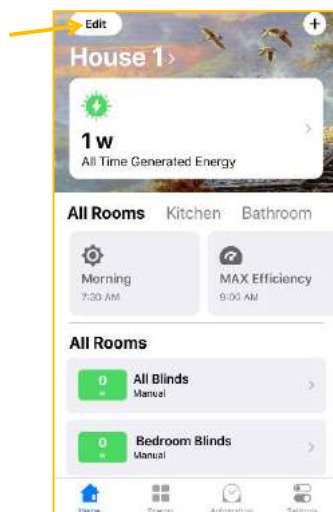

Abbildung 50
10.11.1. Auf **Edit** oben links tippen, um den Vorgang zu beginnen (Abb. 50).